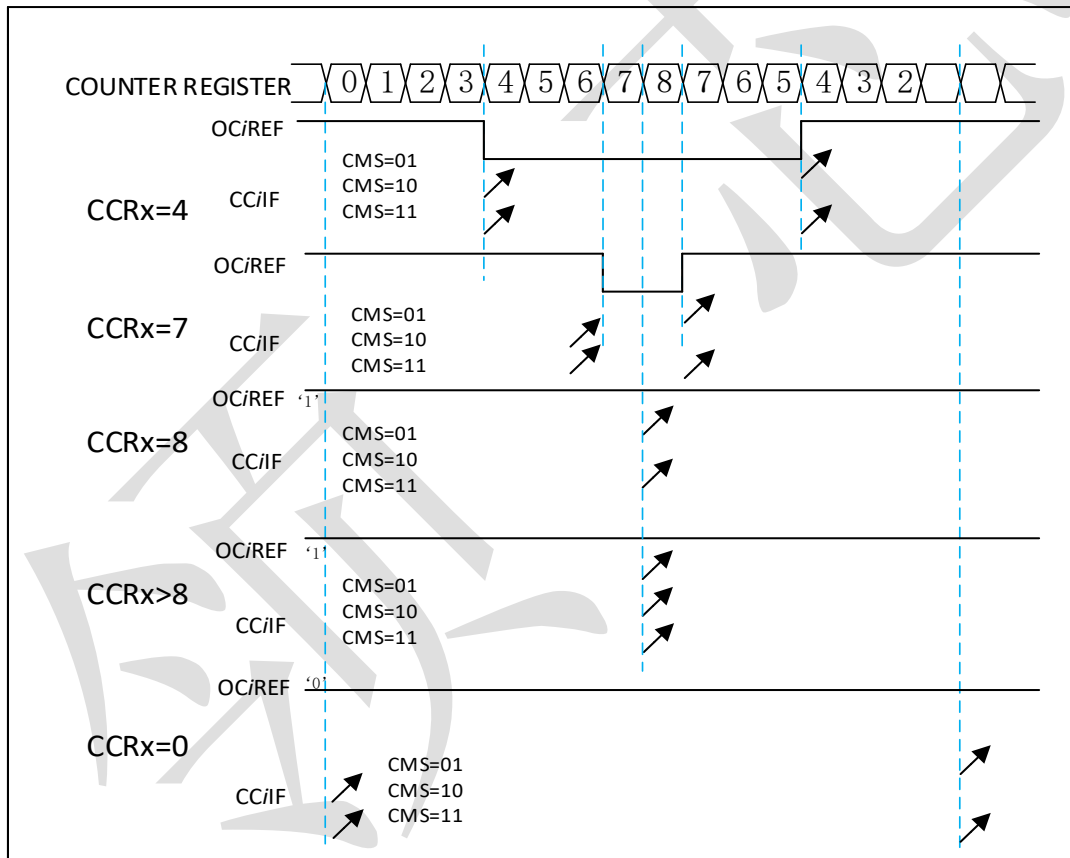

图 14-21 中央对齐模式 PWM (ARR=8)
- 标志位在以下三种情况下被置位（以箭头形式在图 14-21 中标出）